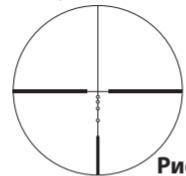
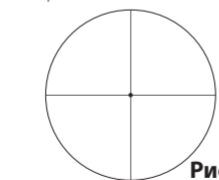
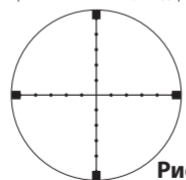

Рис. 3-4
Рис. 3-6
Рис. 3-7
(2) Фокусировка
- 1 Посмотрите в окуляр так, чтобы глаз находился на расстоянии примерно 10 см (4 дюйма) от линзы окуляра, и была видна визирная сетка BDC (Рис. 3-4), визирная сетка Duplex (Рис. 3-5), визирная сетка Fine Crosshair w/Dot (Рис. 3-6) или визирная сетка Mildot (стандарт MIL) (Рис. 3-7). Глаз должен смотреть по центру окуляра и с правильным выносом выходного зрачка, иначе изображение будет выглядеть «затемненным».
(3) Увеличение